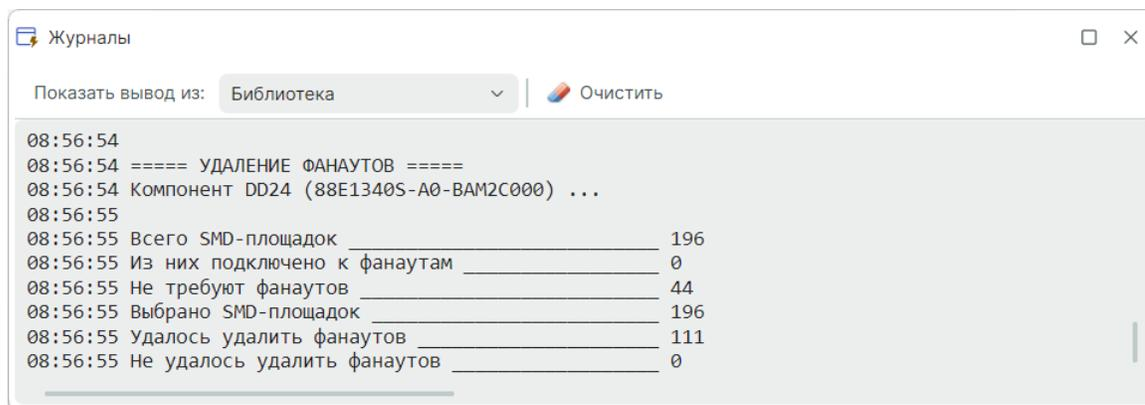

Рис. 315 Запись в журнале по результату операции удаления фанатов
3. Результат операции удаления фанатов будет отображен в панели «Журналы», см. Рис. 315.